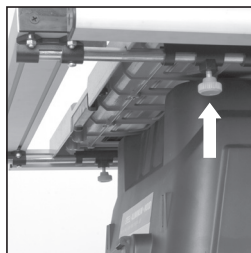

Fig. 28
- Afloje las dos perillas de bloqueo (una en la parte delantera y la otra en la parte trasera de la máquina) que hay en la parte de debajo del lado izquierdo de la mesa de la máquina. (**Fig. 28**)